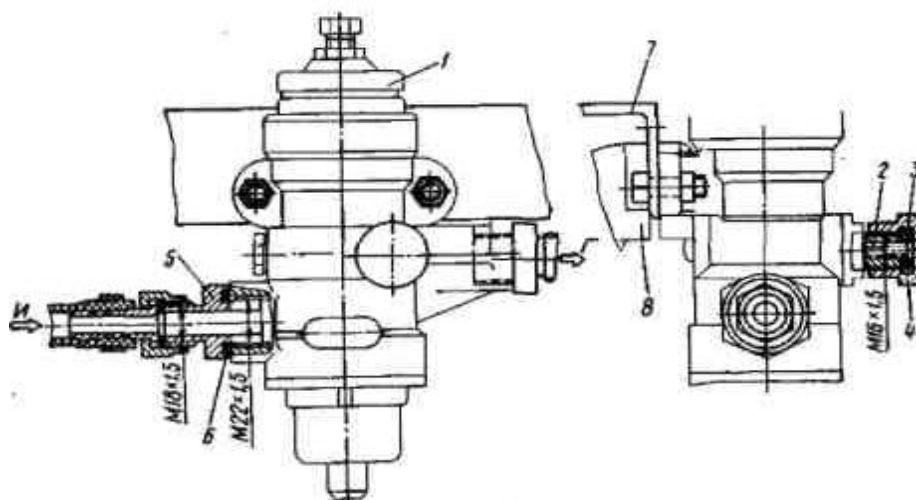

Рисунок 6.1 - Регулятор давления:
3.7 Последовательность проведения испытания регулятора давления (рис. 6.1).